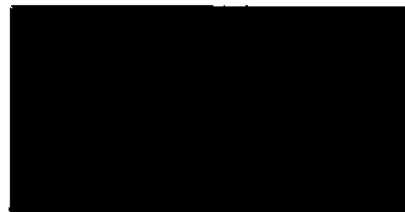

Рисунок 30. Открытие восстановления заводских настроек по умолчанию
1. Выберите пиктограмму **ВОССТАНОВЛЕНИЕ ЗАВОДСКИХ НАСТРОЕК (RESET FACTORY DEFAULTS)** на экране МЕНЮ КОНФИГУРАЦИИ СИСТЕМЫ (SYSTEM CONFIGURATION MENU), чтобы открыть экран **СБРОС К ЗАВОДСКИМ НАСТРОЙКАМ (RESET FACTORY DEFAULTS)** (рисунок 30). **ВОССТАНОВЛЕНИЕ ЗАВОДСКИХ НАСТРОЕК (RESET FACTORY DEFAULTS)** будет мигать.